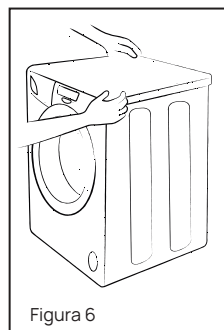

Figura 6
- Para comprobar que la nivelación fue exitosa, ejerza presión sobre las cuatro esquinas de la cubierta superior. Ver figura 6